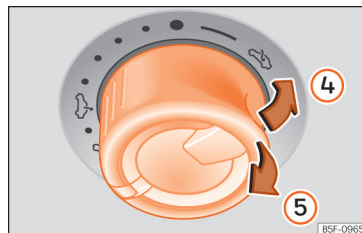

Abb. 13 Im Dachhimmel: Zum Ausstellen oder Schließen des Dachs den Knopf drücken bzw. ziehen.
- Hochfahren: Drücken Sie den Schalter auf die Position »» Abb. 13 ④. Zum Einstellen einer Zwischenposition betätigen Sie den Schalter bis die gewünschte Position erreicht ist.
- Senken: Ziehen Sie den Schalter auf die Position »» Abb. 13 ⑤. Zum Einstellen einer Zwischenposition betätigen Sie den Schalter bis die gewünschte Position erreicht ist.